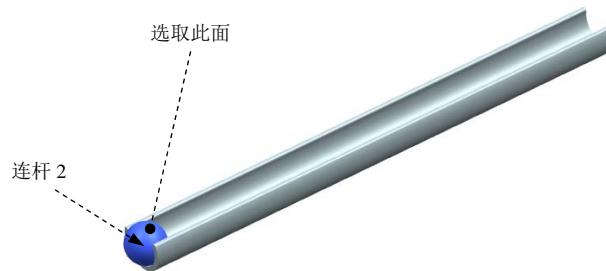

图 7.3.37 定义连杆 2 中的滑动副
(1) 定义滑动副。选择下拉菜单  →  命令，系统弹出“运动副”对话框；在“运动副”对话框 **定义** 选项卡的 **类型** 下拉列表中选择  选项；选取图 7.3.37 所示的连杆 2 为参考连杆；在“运动副”对话框 **操作** 区域的  **指定原点** 下拉列表中选择“圆弧中心”  选项，在模型中选取图 7.3.37 所示的球面为原点参考；在 **操作** 区域的 **方位类型** 下拉列表中选择 **矢量** 选项，在矢量下拉列表中选择  选项。
(2) 定义函数驱动。
① 单击“运动副”对话框中的 **驱动** 选项卡；在 **驱动** 区域的 **平移** 下拉列表中选择 **函数** 选项。
② 在 **函数数据类型** 下拉列表中选择 **位移** 选项；单击 **函数** 后的  按钮，选择  **函数管理器** 选项，系统弹出“XY 函数管理器”对话框。